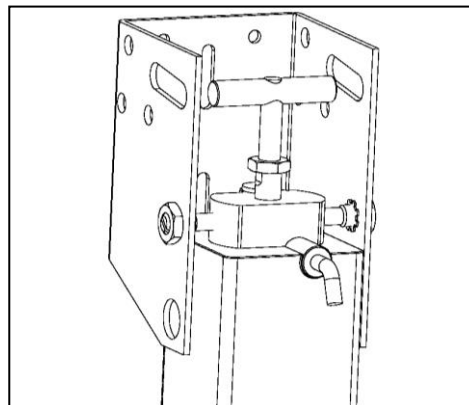

Bild 4
3. Den Öffner mit dem T-Stück im Fallenschloss einrasten. Die Öffnerhalterung so einstellen, dass der Öffner sicher schließt und über Lastabschaltung beim Zufahren abschaltet (**Bild 4**).